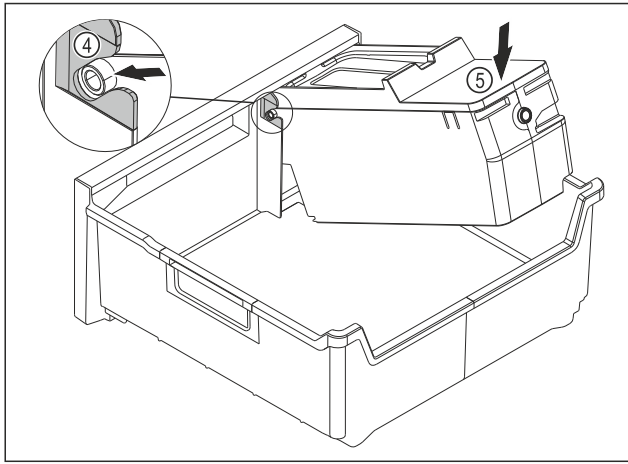

Fig. 72
- ▶ 安装 EasyTwist-Ice 机身：将 EasyTwist-Ice 机身的轴推入到导向装置 Fig. 72 (4)中。
- ▶ 朝下按压 EasyTwist-Ice 机身 Fig. 72 (5)后部。